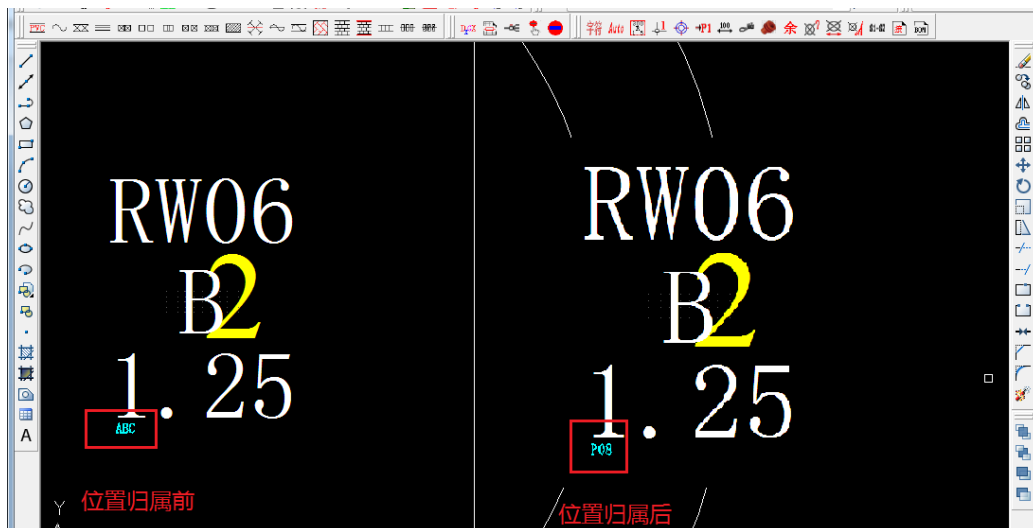

图 1-15
2. 按提示在图纸上依次选择后，按回车键或鼠标右键进入循环执行状态，设置其他位置归属，如图 1-15 所示。